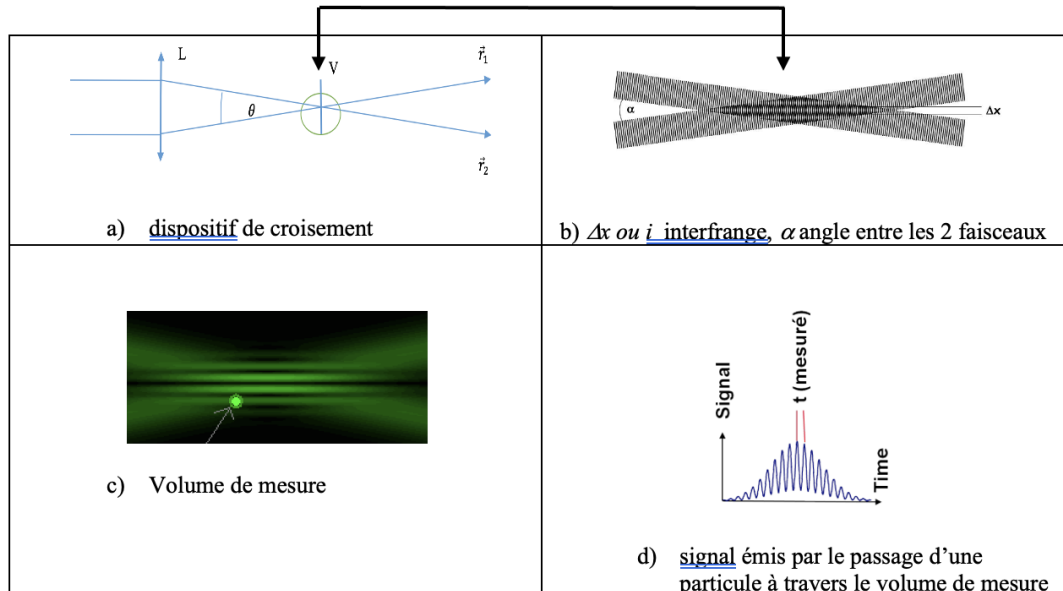

FIGURE 3 – Volume de mesure et interférences
Dans le cas du vélocimètre à franges, deux faisceaux issus de la même source laser donc cohérents, ayant des directions de propagation différentes \vec{r}_1 et \vec{r}_2 et faisant entre eux un angle α (ou θ) (fig.3), se croisent dans le volume de mesure V . Dans ce volume se crée alors un réseau de franges réel d'où l'appellation de cette technique "vélocimétrie laser à franges". L'interfrange i est donné par l'équation ci-dessous (cf. annexe sur table) (avec λ_0 la longueur d'onde émise par le laser) :
franges, on dispose d'un ensemble d'émission composé d'une diode laser verte (2) (10 mW, $\lambda_0 = 532$ nm), d'un séparateur de faisceau (5) (jeu de miroirs qui sépare le faisceau laser en deux faisceaux cohérents, de même intensité et d'écartement variable) et d'une lentille convexe (6) (deux focales possibles : $f = 150$ mm ou $f = 80$ mm). Cette dernière permet de faire interférer les deux faisceaux pour donner naissance à un réseau de franges brillantes et sombres périodiquement espacées, fig.3. Un disque acrylique rayé (7), en rotation, est placé dans la zone de mesure, c'est-à-dire au point de croisement des deux faisceaux. Les particules de poussière collées sur la surface permettent la diffusion de la lumière. Le signal lumineux est recueilli par un objectif (9) puis focalisé sur un photodétecteur en silicium (10). Un photomultiplicateur (12) effectue la transformation du signal lumineux en signal électrique, celui-ci est amplifié puis visualisé sur un oscilloscope numérique. La traversée successive de franges brillantes et sombres (fig.3) donne un signal périodique. La détermination de sa fréquence permet de remonter à la vitesse des particules. De plus l'appréciation de la profondeur de modulation permettra de faire une conclusion semi-quantitative quant à la taille des particules.